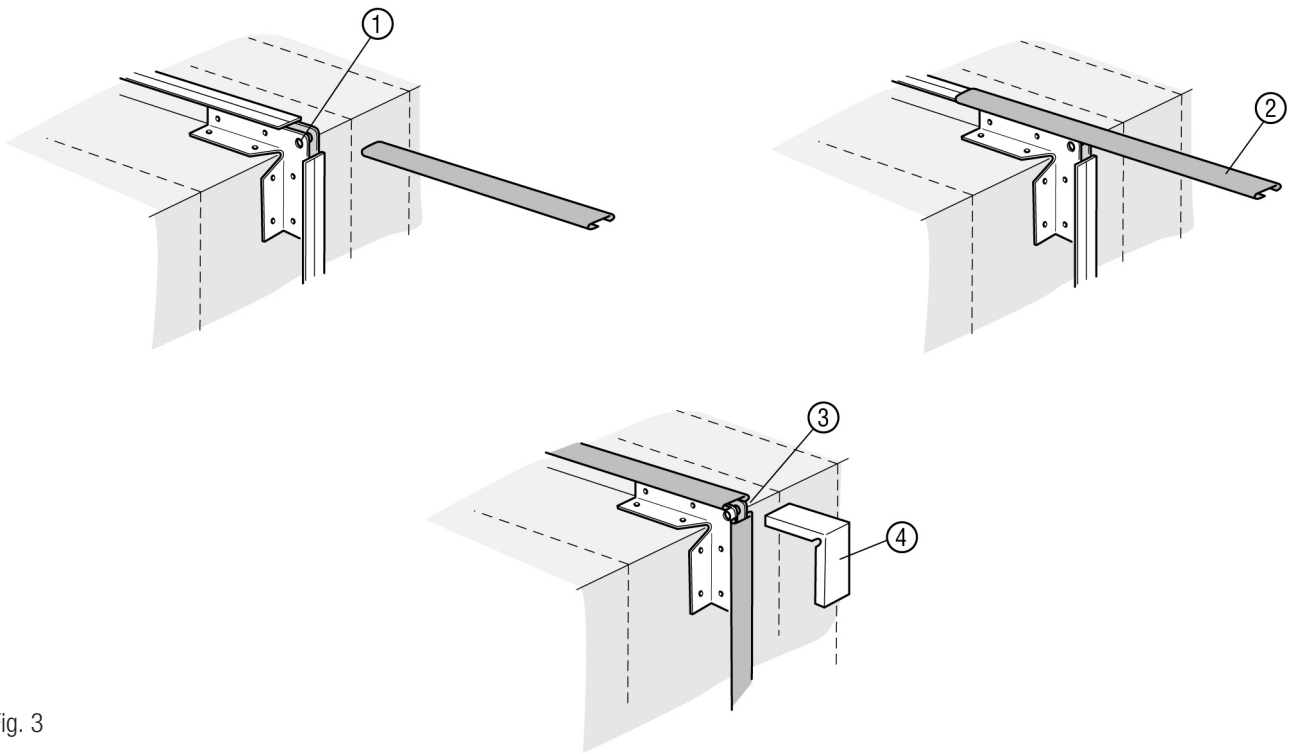

Fig. 3
2. Placera kanalerna som skall skarvas mot varandra och rikta upp alla sidor noga så att packningen utsätts för samma tryck på kanalens fyra sidor. Till hjälp för uppriktningen av kanaldetaljerna mot varandra har hörnstycken försetts med hål i vilka dorn e.d. kan placeras, fig. 3.
3. Lås PG-skarven genom att slå på gejdskenorerna med en klubba. Iakttta försiktighet så att gejdskenan ej deformeras samt att tätningens lista är rätt monterad. Lås gejdskenan genom en lätt stukning vid hörnstycket, fig. 3.